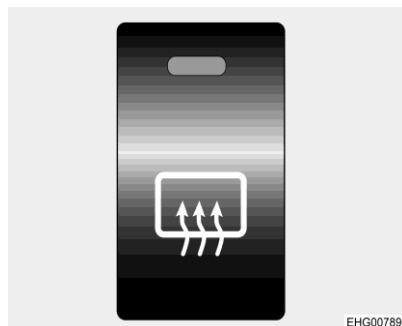

Fig. 38 Interrupteur du chauffage des rétroviseurs extérieurs
- Appuyer sur l'interrupteur (Fig. 38) situé sur le tableau de bord. Le voyant de contrôle de l'interrupteur signale la marche.